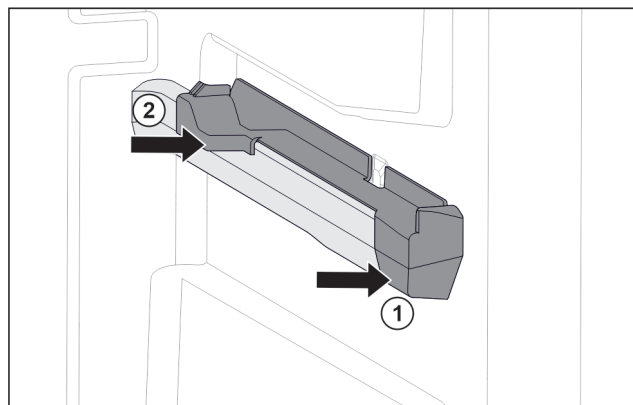

Fig. 154 Natični dio na desnom žlijebu spremnika
- Postavite natični dio sprijeda na žlijeb spremnika. Fig. 154 (1)
- Pritisnite natični dio straga. Fig. 154 (2)